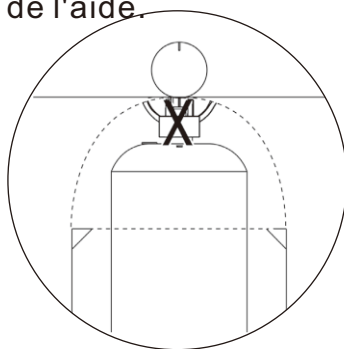

Figure 6
4. Reportez-vous au schéma pour une installation correcte (voir figure 6).